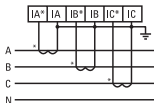

Рис.3 Схема подключения амперметра при $I > 5A$ (через трансформатор тока)
Амперметры для измерения силы тока свыше 5А должны подключаться в цепь через измерительные трансформаторы тока с номинальным вторичным током 5А (AC) (рис. 3).